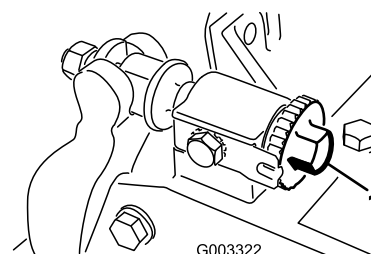

Figura 25
1. Allentate il contatto cilindro/controlama ruotando le manopole di regolazione della controlama (Figura 25) in senso antiorario finché non vi sarà più nessun contatto.